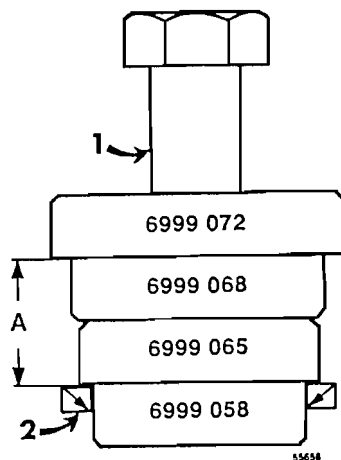

Fig. 237
Véase la fig. 237
- 7 Poner un nuevo anillo de estanqueidad inferior* en un mandril que se haya ensamblado según la fig. 237.